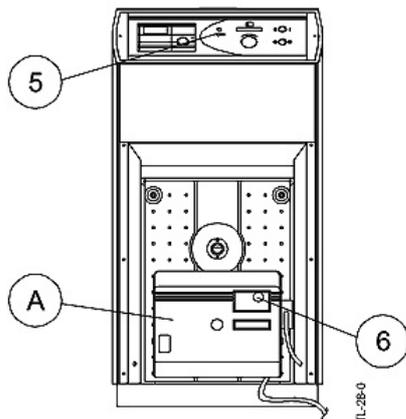

Fig. 21
12.10 Foutmelding van de brander (fig. 21)
16.2 Mise en sécurité du brûleur (fig. 21)